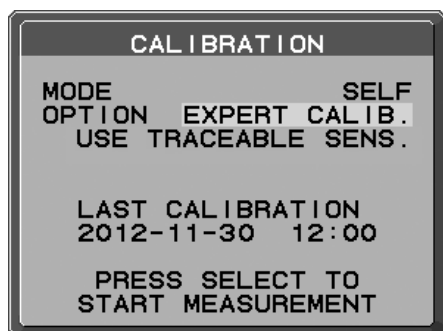

Рисунок S.1
2. Используйте кнопки «LEFT» и «RIGHT» для того, чтобы в настройке MODE (РЕЖИМ) выбрать SELF (ВНУТР.) (Рисунок S.1). Нажмите SELECT (ВЫБОР) для перехода в следующий раздел.